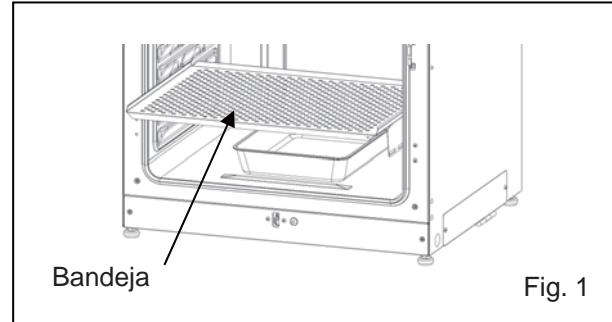

Fig. 1
2. Abra las puertas exteriores e interiores y saque todas las bandejas (Fig. 1).